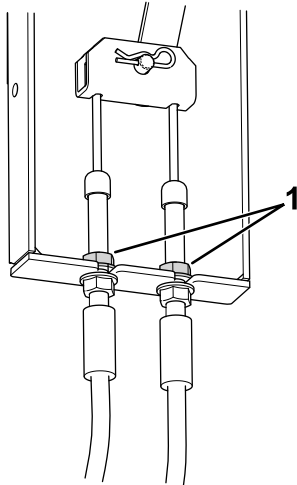

Figura 71
- Individuate il supporto del cavo del freno (Figura 71), sotto il lato sinistro della macchina in prossimità della ruota sinistra.